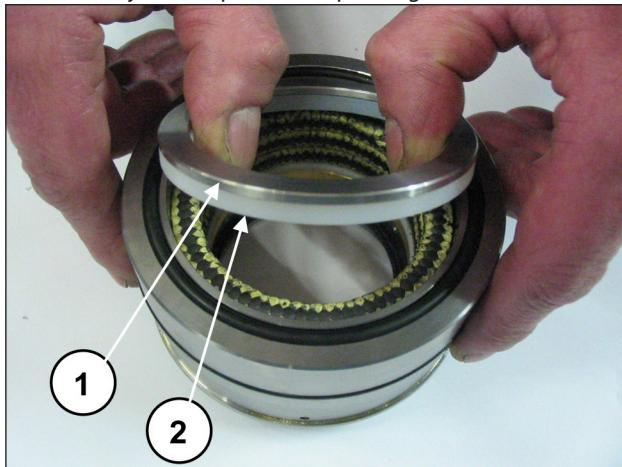
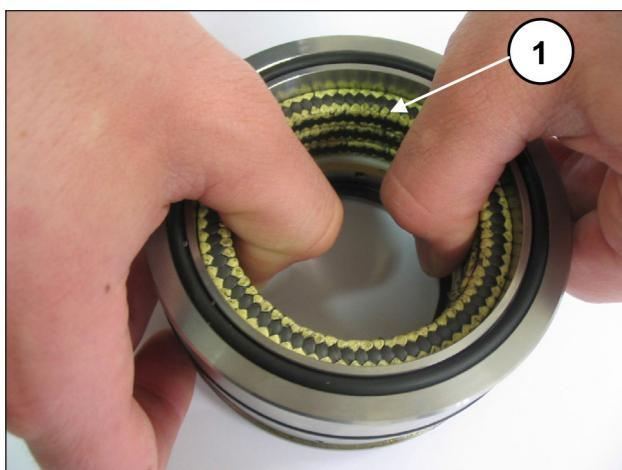

Fig. 191
Fig. 192
Désassembler le support des joints de la chemise, ôter l'anneau du ressort et l'anneau racleur (rep. ①②, Fig. 191) pour accéder aux joints de pression (rep. ①, Fig. 192).